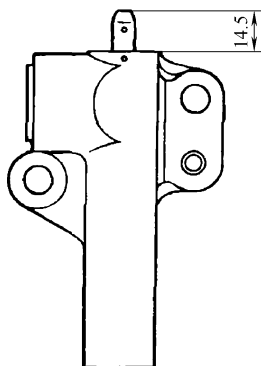

图 31-55 检测推杆长度
13) 如图 31-55 所示, 检测推杆的长度, 其规范值为 14.5mm, 如果超出规范值, 要予以更换。